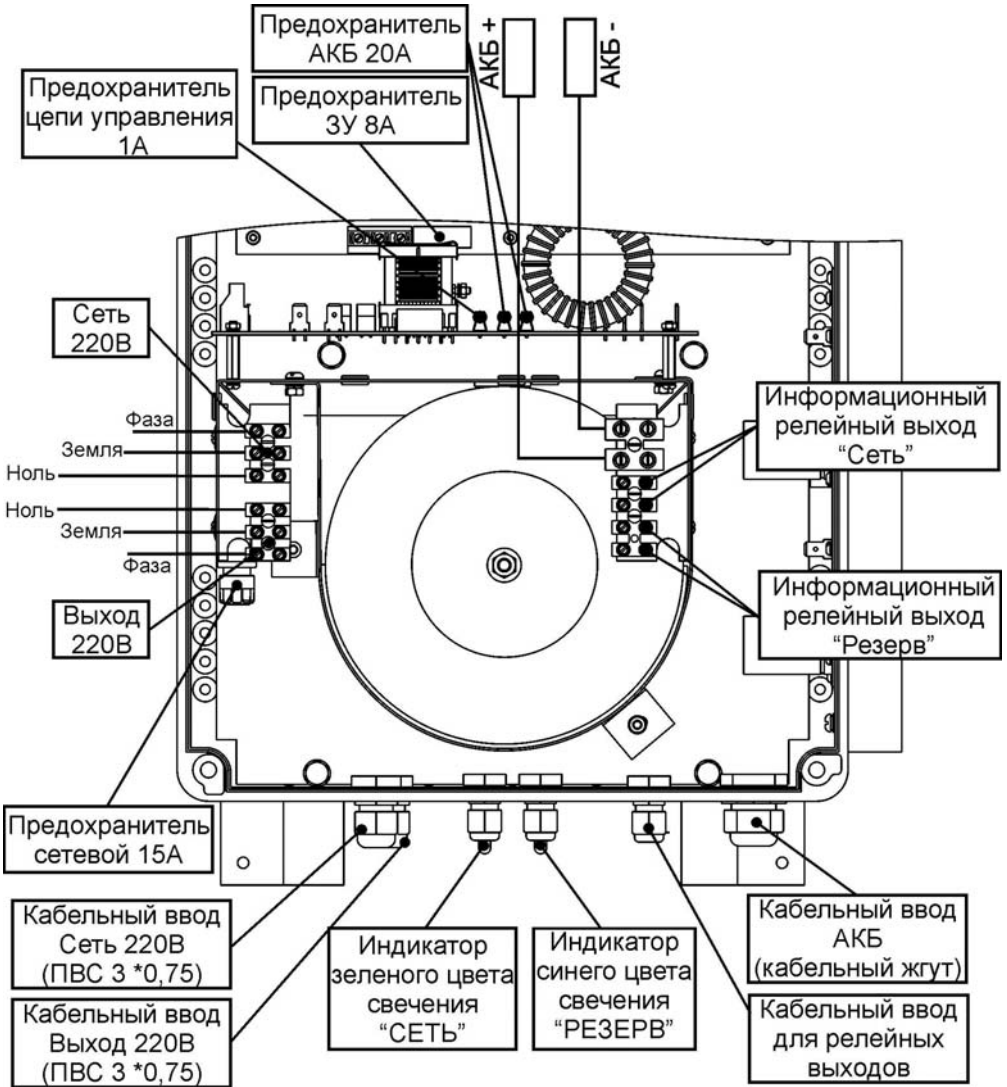

Рис.1 Общий вид источника с открытой крышкой
ВНИМАНИЕ! Эксплуатация источника без защитного заземления запрещена! Установку, монтаж, демонтаж и ремонт производить только при полном отключении источника от сети! Запрещается устанавливать в держатель предохранителя переключатель и вставки плавкие с номиналами, превышающими указанный в приложении (см. рис.1)
Подключение источника производится при отключенном сетевом напряжении (см. Приложение рис.1) в приведенной последовательности:
- подключить аккумуляторные батареи к клеммой колодке АКБ (см рис.1) с учетом полярности (**красный провод – к клемме «+АКБ»**); Схема последовательного соединения внешних АКБ показана на рис.2.